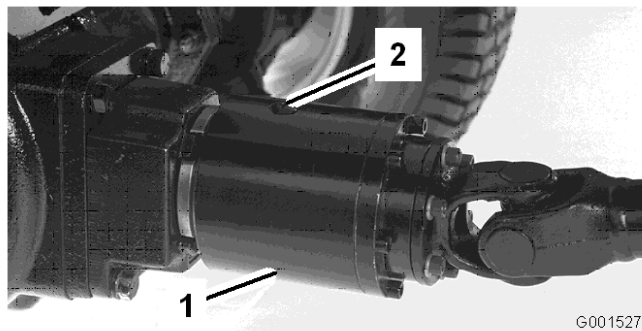

Figura 28
2. Rode a embraiagem (Figura 28) de modo a que o tampão de verificação (mostrado na posição das 12 horas) fique na posição das 4 horas.